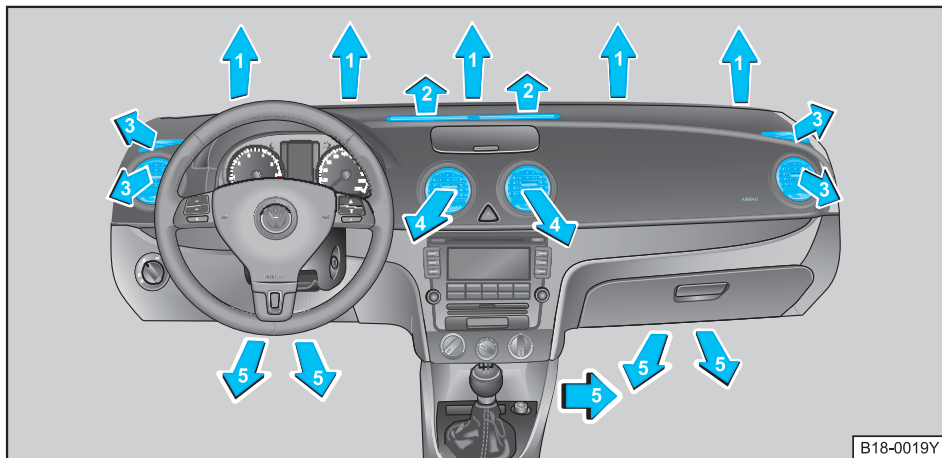
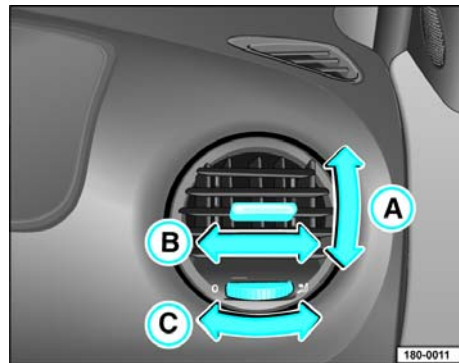

图87
图88
- 将温度调节旋钮④向右转动到舒适的温度。
- 打开制冷装置开关③。
- 将鼓风机调节旋钮⑥转到 3 档。
- 将气流分布调节旋钮⑦转到  位置。
- 打开发出风口 3，并调节出风口导流片使空气流向侧面玻璃（参见 1-63 页图 87 和图 88）。
另外，出风口 3、4 (参见图 88) 可以单独关闭和打开。